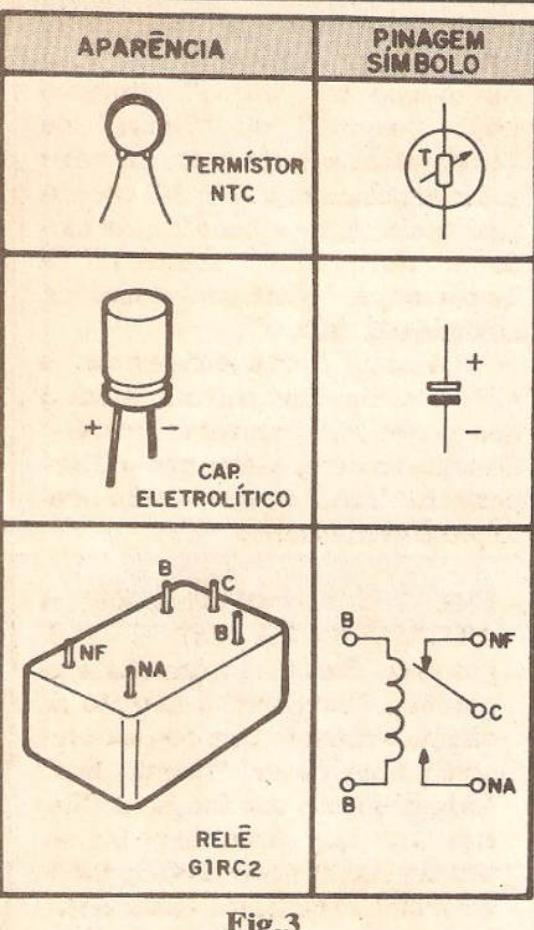

Fig.3
- FIG. 3 - OUTROS COMPONENTES IMPORTANTES DO CIRCUITO - Na sequência, mostramos o termistor (NTC), capacitor e relé, todos com suas "caras", "corpos" e "pernas" devidamente identificados... Observem o seguinte: o NTC pode apresentar um formato diferente do ilustrado. Nada obsta, desde que seja um NTC com valor nominal de 10K (na verdade, entre 5K e 100K, como sugere a LISTA DE PEÇAS...). O capacitor eletrolítico, eventualmente, pode apresentar terminais axiais (e não